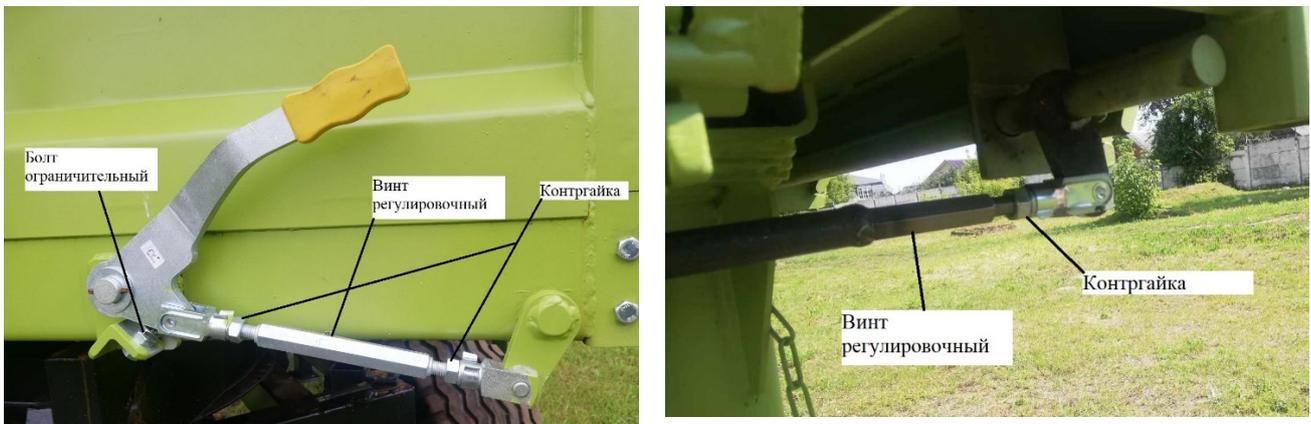

Рисунок 9.3 Регулировка механизма нижнего открытия бортов боковых и заднего борта.
7.2.4 Регулировка механизма нижнего открывания бортов (рисунок 9.3)